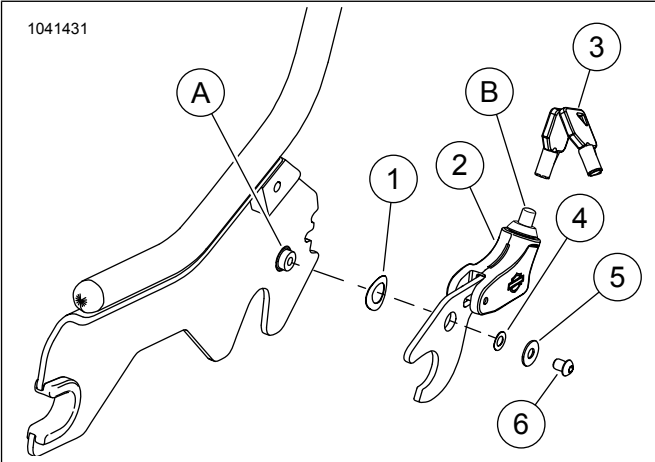

Abbildung 2. Teileumsatz, abnehmbare Verriegelungssätze
Siehe Abbildung 2 und Tabelle 1.
1. Siehe Abbildung 2. Rechte Verriegelung vom abnehmbaren Zubehör entfernen.
- a. Die Schraube (6) ausbauen.
- a. **Neue** Federscheibe (1) und Verriegelungsbaugruppe (2) auf Gelenkbolzen (A) legen.
- b. **Lackierter abnehmbarer Rahmen:** Die **neue** kleine Unterlegscheibe (4) gegen das Ende des Gelenkbolzens legen.